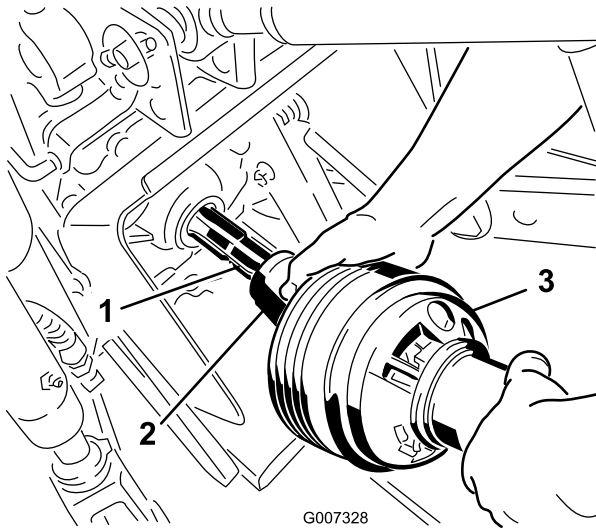

Figure 10
4. Assemblez la section extérieure de l'arbre de transmission de la PDF sur l'arbre de sortie de la PDF du groupe de déplacement (Figure 10).
9. Assemblez la section extérieure de l'arbre de transmission de PDF sur l'arbre de PDF du groupe de déplacement (Figure 10).